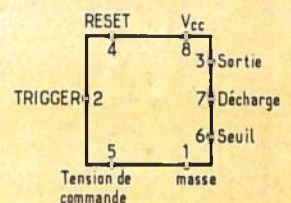
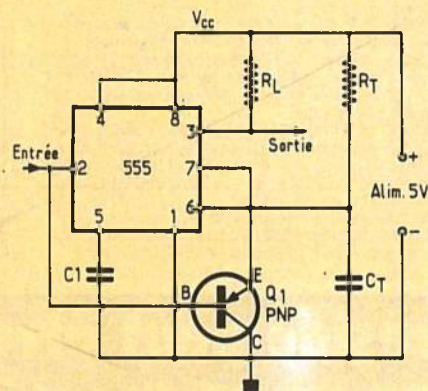
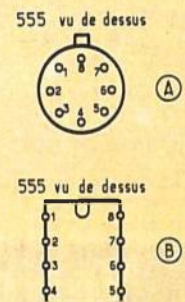
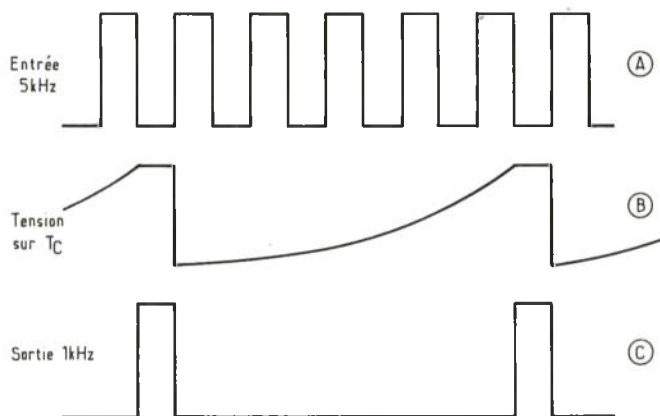

Figure 3
Figure 2
Figure 4
Figure 6
On utilise dans le montage de la **figure 2**, en plus du CI, un transistor PNP, Q_1 deux condensateurs et deux résistances. Leur valeurs sont : $C_1 = 10 \text{ nF}$, $C_T = 0,1 \text{ } \mu\text{F}$, $R_T = 1 \text{ k}\Omega$ à $20 \text{ k}\Omega$ valeur non critique, $R_T = 1 \text{ k}\Omega$. Le transistor sera par exemple un 2N 4403 ou équivalent, obligatoirement du type PNP.
Le signal à surveiller est appliqué à l'entrée point 2 du CI. Comme il existe plusieurs présentations de boîtiers de 555, nous indiquons à la **figure 3** les significations des points de branchement correspondant au montage proposé qui peut être le boîtier cylindrique à 8 fils (voir **figure 4 (A)**) et le boîtier rectangulaire à 8 broches (voir **figure 4 (B)**). Les brochages des **figures 2 et 3** sont les mêmes avec les deux types de boîtiers.
Le montage de la **figure 2** est celui d'un multivibrateur monostable.
Un diviseur plus simple à un seul 555 peut être réalisé avec le montage monostable de la **figure 2** qui fonctionne de la manière suivante : l'intervalle de temporisation $T = 1,1 R_T C_T$ doit être ajusté en rendant R_T variable. Tant que T est supérieure à la période du signal à la fréquence f_s , appliqué à l'entrée point 2, seules les impulsions d'entrée écartées d'une durée supérieure à $1,1 R_T C_T$ produiront une impulsion à la sortie. La fréquence du signal de sortie sera alors f_s/N , N étant facteur diviseur. A la **figure 6** on montre la forme des signaux.